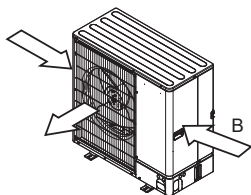

Fig. 2-5
(3) Coloque la unidad de modo que la salida de aire se produzca en sentido perpendicular a la dirección del viento. (Fig. 2-5)